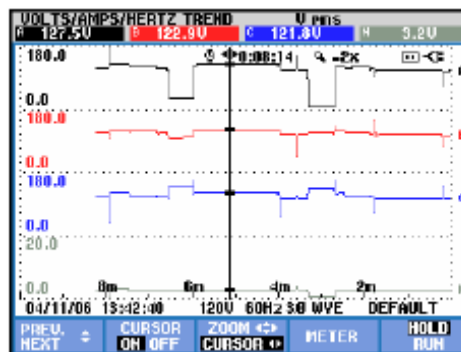

Figura 19-5. Ecran tendință, cursor activ
- Apăsați F2 pentru a activa cursorul. Folosiți săgețile stânga / dreapta pentru a muta cursorul pe orizontală de-a lungul graficului tendință. Valorile tendinței din poziția cursorului vor fi afișate în antetul ecranului așa cum este prezentat în figura 19-5. Puteți observa că actualizarea ecranului se porește (înregistrarea datelor continuă!). Modul Tendință poate înregistra maxim 6 ecrane din care unul este afișat la un moment dat. Poziționați cursorul la marginea din stânga sau dreapta a ecranului pentru a aduce următorul ecran în zona de afișare.